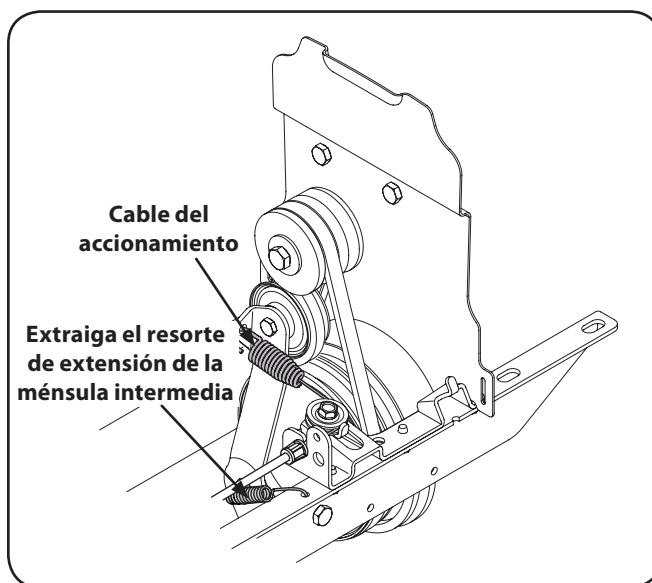

Figura 7-3
4. Extraiga el resorte de extensión de la ménsula intermedia del soporte intermedio mediante el uso de un par de pinzas de punta de aguja. Sujete el resorte por el extremo que se engancha sobre el bastidor, aléjelo del bastidor, luego hacia arriba y con cuidado suelte la tensión del resorte. Consulte la Figura 7-3.
5. Desenganche de la ménsula intermedia el cable del accionamiento. Consulte la Figura 7-3.